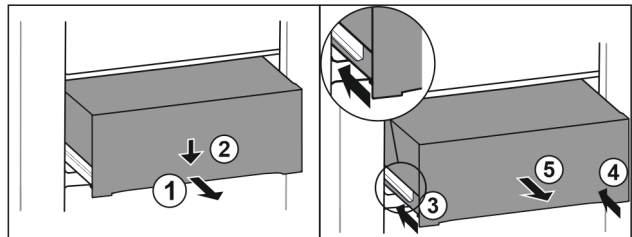

Fig. 144
- ▶ Schubfach halb herausziehen. Fig. 144 (1)
- ▶ Schubfach an der Vorderseite nach unten drücken. Fig. 144 (2)
- ▶ Linke Schiene etwa 2 cm einschieben. Fig. 144 (3)
- ▶ Rechte Schiene etwa 2 cm einschieben. Fig. 144 (4)
- ▶ Schubfach nach vorne entnehmen. Fig. 144 (5)